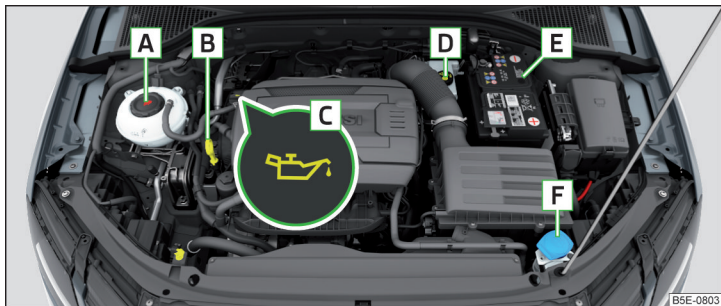

Abb. 317 Anordnungsbeispiel im Motorraum
- ▶ Den Deckel der Motoröleinfüllöffnung **C** abschrauben » Abb. 317 auf Seite 288.